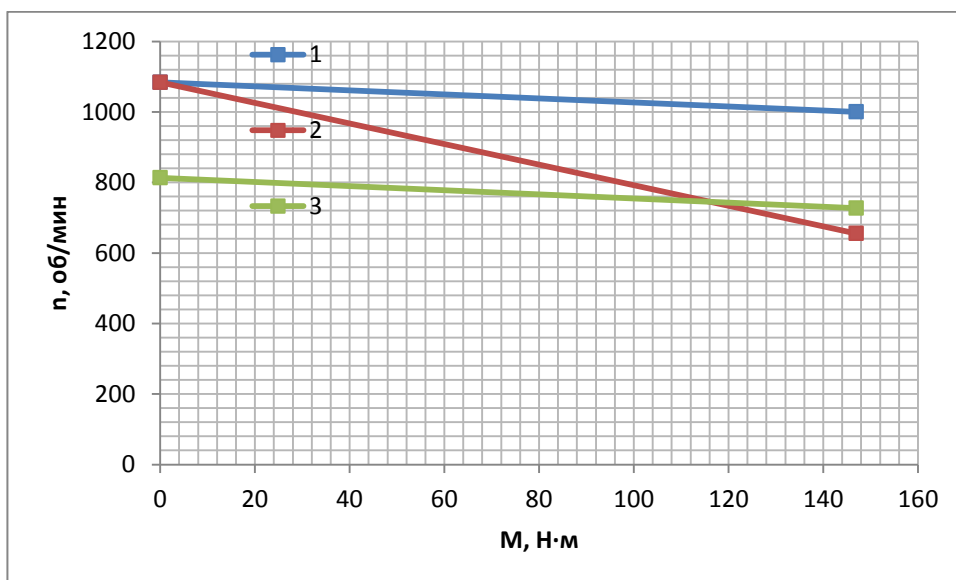

Рисунок 7. Механические характеристики ДПТ НВ
6) Естественная характеристика двигателя проходит через точки с координатами (0; 1084) – (147; 1000) (рис.7, линия 1)
8) Искусственная характеристика двигателя проходит через точки с координатами (0; 1084) – (147; 655) (рис.7, линия 2)
12) Искусственная характеристика двигателя проходит через точки с координатами (0; 813) – (147; 727) (рис.7, линия 3)